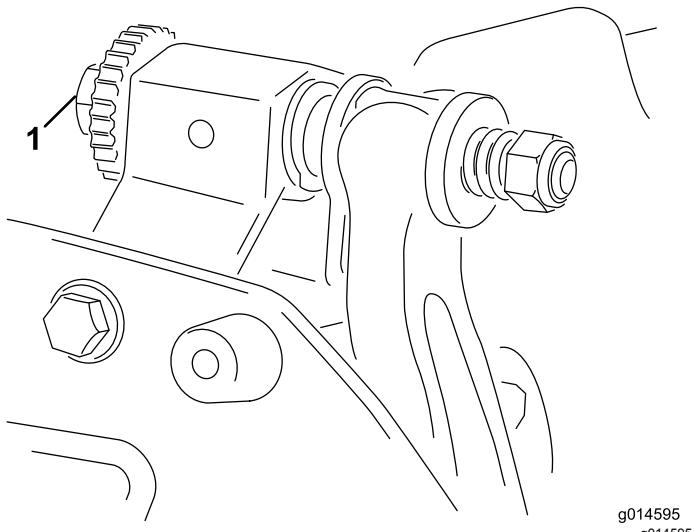

Рисунок 4
- Установите режущий блок на ровной рабочей поверхности. Поверните регулировочные винты планки неподвижного ножа против часовой стрелки таким образом, чтобы неподвижный нож вышел из контакта с барабаном (Рисунок 4).